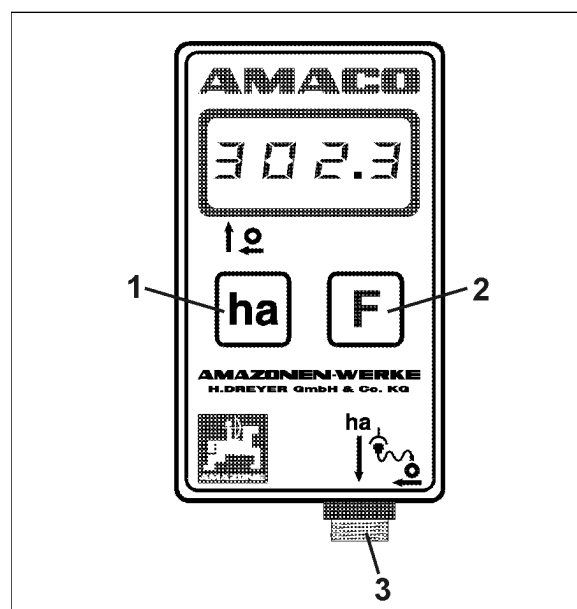

Fig. 3
Botão **ha** (Fig. 3/1).
Botão **F** (Fig. 3/2)
- **Ligação do sensor (Fig. 3/3).**